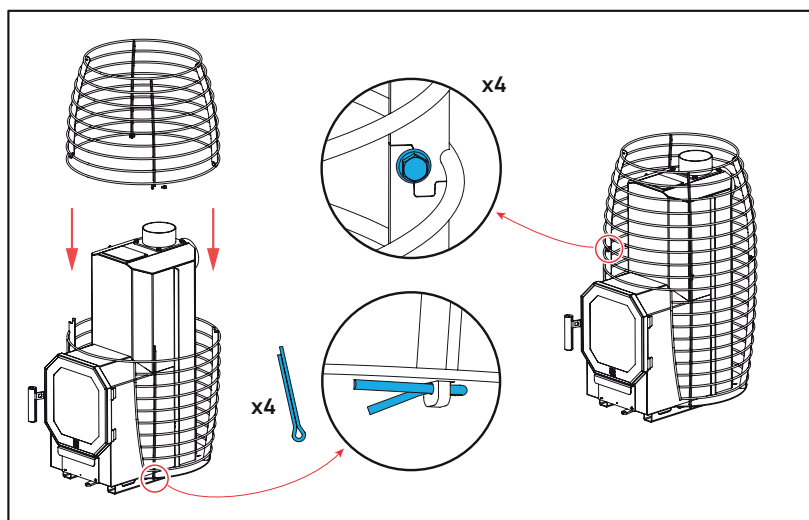

図13 HIVE Flow ストーンカバーの分解方法
- ・ ハイブフローのストーンカバーは半分に分解可能です。下部へ石を積んだり、取り除いたりする際は、ストーンカバー上部を取り外し、煙突の結合が許す範囲まで持ち上げてください。(図13)